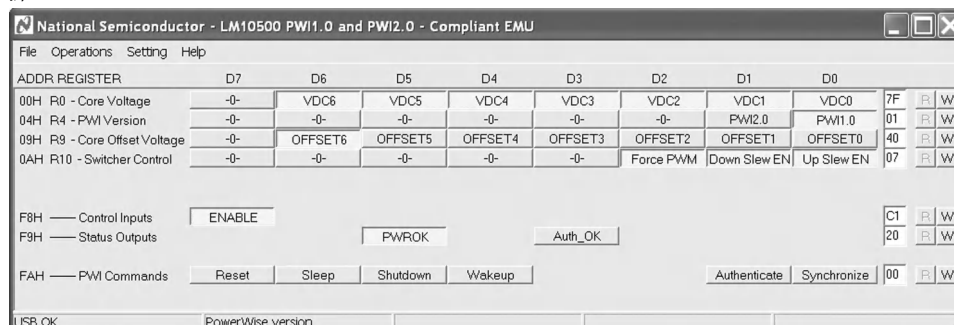

图 9-2. 具有默认寄存器值和状态的 LM10500 GUI (LM10500SQ-0.8)
4. CTRL + R，或从菜单“Operations”(操作)中选择“Read all”(全部读取)，将从 LM10500 中读取默认寄存器值并显示在 GUI 中，如图 9-2 所示。如果未显示默认寄存器设置，请按下 USB2PWI 板上的复位按钮并重复此步骤。